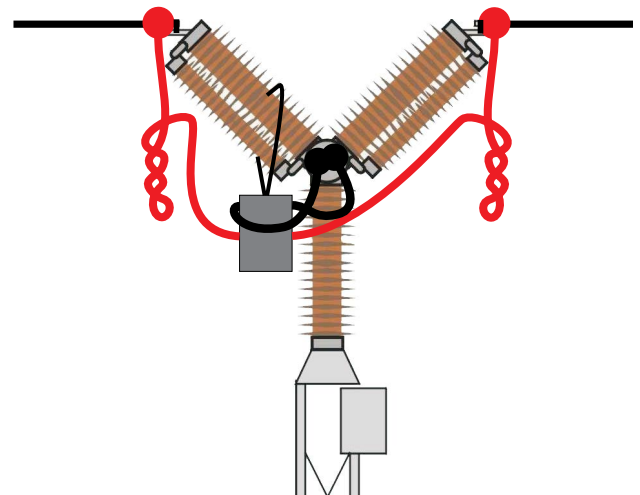

Abb. 6.2.2 Durch Verdrillen der Stromkabel lassen sich Störungen eindämmen, indem das durch Kabelschleifen und Unterbrecher erzeugte Magnetfeld minimiert wird.
- 4] Durch Verdrillen der Kabel wie auf Abb. 6.2.2 lassen sich Störungen eindämmen, indem das durch Kabelschleifen und Unterbrecher erzeugte Magnetfeld minimiert wird.